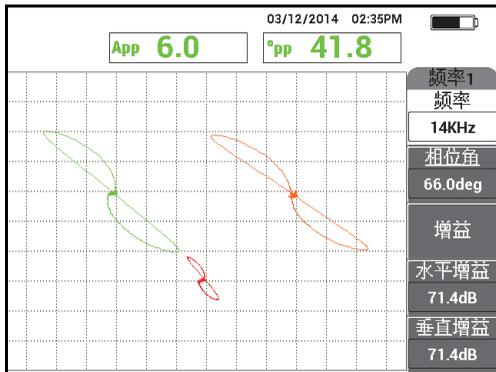

图 5-146 对穿壁孔的扫查
16. 将探头放置在穿壁孔的附近, 按“平衡”脚踏开关, 然后以拖拉方式移动探头扫查这个孔 (参见第 214 页的图 5-146)。